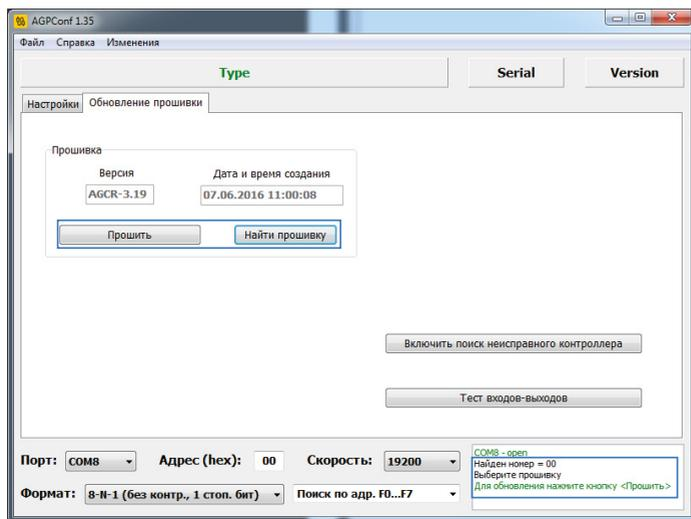

Рис.11. Обновление прошивки неисправного считывателя.
- Подключить считыватель «АвтоГРАФ-CardReader-Light+» с поврежденной прошивкой к программатору «TKLS-Prog-RS485», подключенному к компьютеру. Программа «AGPConf» обнаружит неисправное устройство и предложит выбрать файл прошивки для загрузки в это устройство – в окне состояния появится сообщение «Выберите прошивку» и на вкладке станет доступной кнопка «Найти прошивку» (Рис.11).